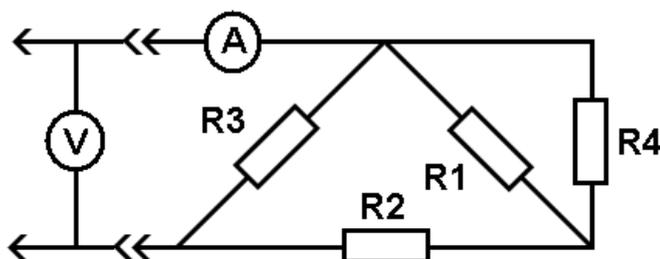

Рис. 1.15. Электрическая схема линейного двухполюсника
4. Собрать схему с подключенным линейным двухполюсником из четырех сопротивлений согласно рис. 1.15.
6. Вывести формулу эквивалентного сопротивления пассивного двухполюсника по схеме рис. 1.15 исходя из значений сопротивлений R_1 , R_2 , R_3 , R_4 . Рассчитать эквивалентное сопротивление с учетом измеренных величин сопротивлений по п. 1.
10. Снять вольт-амперную характеристику пассивного двухполюсника (см. рис. 1.15):